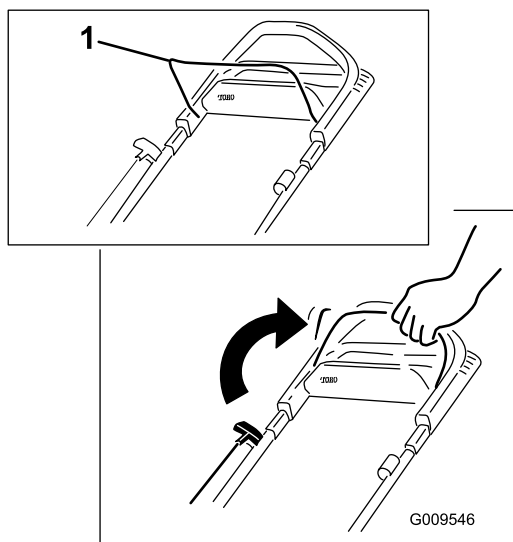

Figura 18
1. Sujete la barra de control de las cuchillas contra el manillar (Figura 18).